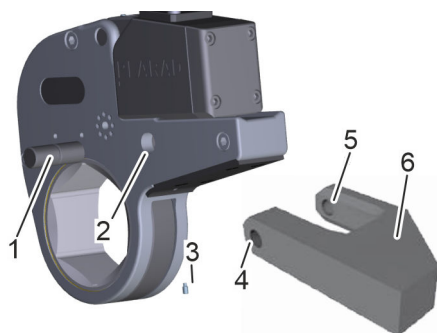

Bild 13: Extra stöd
- 11. Ett extra stöd är tillgängligt som tillbehör. Lossa gängstiftet (Bild 13/3) för montering.
- 12. Tryck ut stiftet (Bild 13/1) med ett lämpligt verktyg (Bild 11/2).
- 13. Placera det extra stödet (Bild 13/6) så att hålen (Bild 13/2, 4 och 5) överensstämmer.
- 15. Säkra gängstiftet (Bild 13/3).